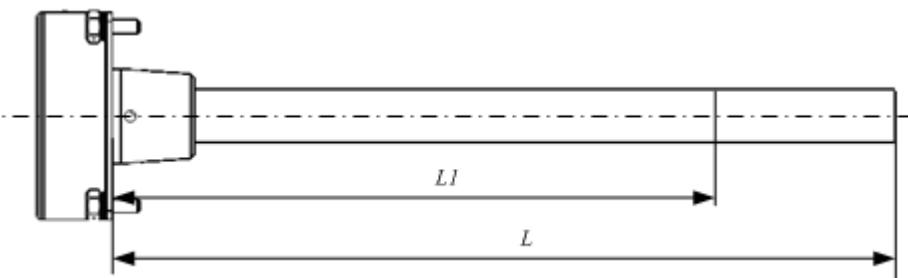

Рисунок 9
- 4) Отрезать ножовкой длину L1 изделия таким образом, чтобы линия среза была строго перпендикулярна продольной оси изделия (Рисунок 9).